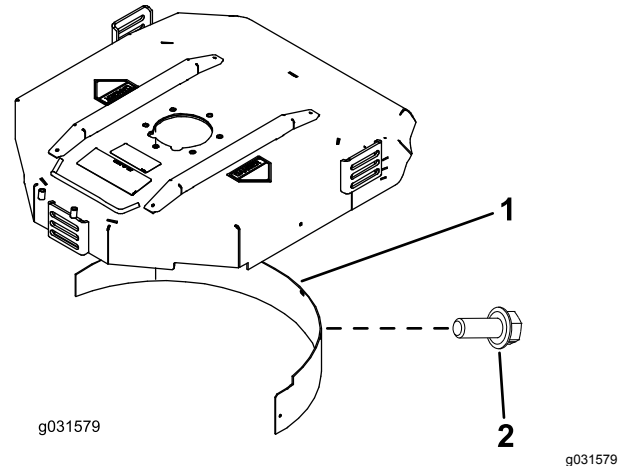

Figura 21
2. Instale o abafador de cobertura (mulch) na abertura traseira e fixe-o com 5 parafusos com cabeça flangeada (Figura 21).